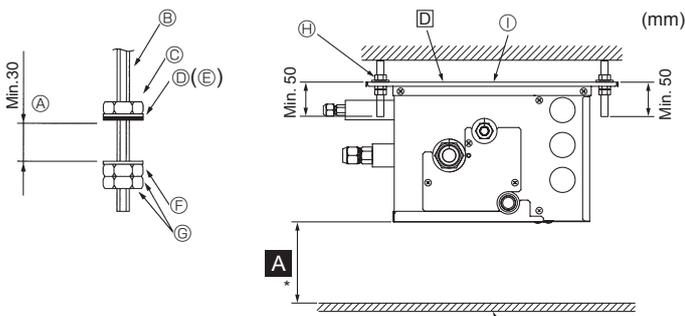

Fig. 6-1
- (2) Befestigen Sie Unterlegscheiben und Muttern (①,②, zusätzlich zu erwerben) an den Tragbolzen. (Fig. 6-1)
- (3) Hängen Sie das Gerät an die Tragbolzen.
- (4) Ziehen Sie die Muttern vollständig fest (Abstand zur Decke prüfen).
- (5) Benutzen Sie eine Wasserwaage, um den Verteilerkasten waagrecht anzubringen.
- Ⓓ Unterlegscheibe (mit Isolierung) ①
- Ⓕ Unterlegscheibe (ohne Isolierung) ②